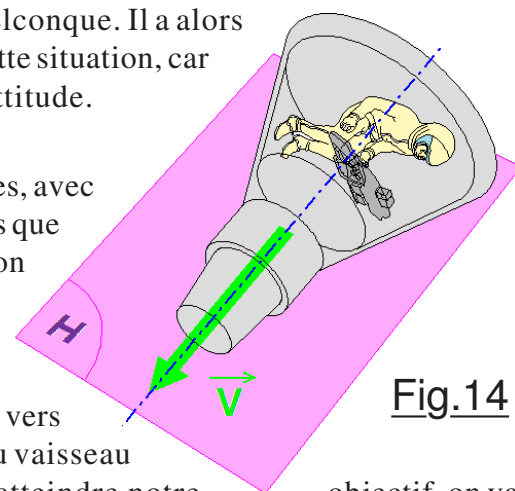

Fig.14
- On va traiter le même objectif, c'est à dire la maîtrise totale des axes, avec cette fois l'intention de pouvoir arriver à la position désirée sans que l'ASCS vienne semer sa panique. Allez, pour s'amuser un peu on va se fixer comme objectif celui représenté sur la Fig. 14 qui consiste à faire orbiter Freedom 7 en Prograde avec un roulis qui l'oriente "sur la tranche". Dans cette position, ROLL devra afficher 90, YAW 180° puisque l'avant sera tourné directement vers le déplacement \vec{V} . Enfin, PITCH affichera 0° puisque l'axe du vaisseau sera entièrement contenu dans le plan horizontal H . Pour atteindre notre objectif, on va utiliser l'assistance au pilotage (Indicateurs gyroscopiques) et non les références extérieures observées par le hublot. Pourquoi ne pas faire confiance "objectivement" à ce que l'on voit ?